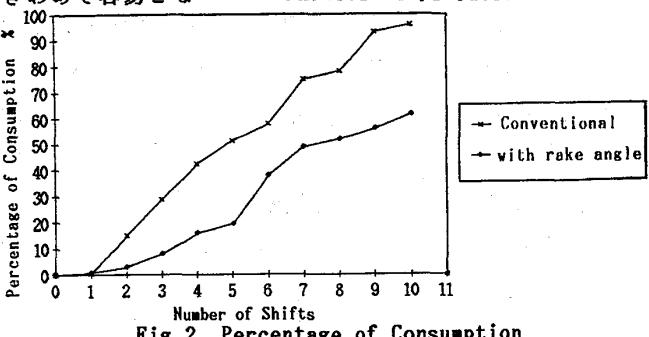

Fig.2 Percentage of Consumption
3.1 チップ寿命：直方体チップでは、最初の数コイルを切削した後より、すでにヒートクラックが発生し、チップの摩耗が進むとともにヒートクラックが深さ方向・長さ方向ともに進展し、チップが破損していた。しかしながら、スケイ角付チップでは、Photo.1に示すように、最初の6コイルを切削した後では、まだヒートクラックは発生していないことがわかる。さらに切削をつづけても、チップの摩耗の進みが遅いばかりでなく、ヒートクラックの進展も遅く、ヒートクラックによる破損がなくなった。そして、Fig.2に示すように、スケイ角を付すことにより、寿命が40%ほど向上し、チップ原単位が大幅に減少した。